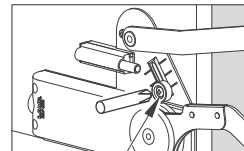

図11
- (1) eねじを緩めます(図11)。
- (2) 扉が左右共に、任意の同じ高さで止まるようにストッパーを調節します。
- (3) eねじを確実に締め付けます。